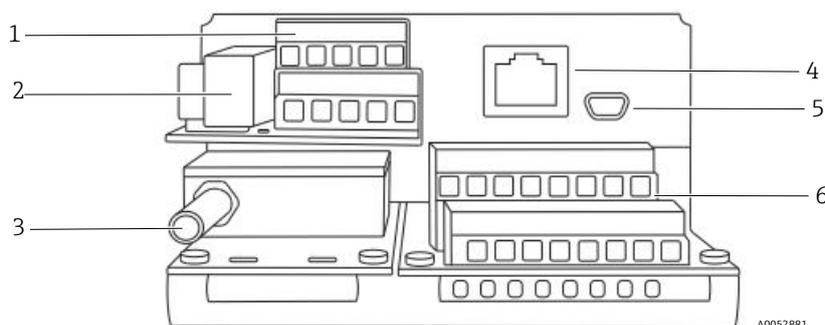

Figura 9. Connessioni dell'analizzatore
Il cavo di ossigeno in fibra ottica al connettore SMA, situato lato inferiore di OXY5500, è installato in fabbrica. Sono disponibili connettori aggiuntivi, come illustrato in Figura 9.
5. Collegare i fili delle uscite IOU1/IOU2 del loop di corrente 4-20 mA ai morsetti 6 e 8, come illustrato in Figura 9 e in tabella.